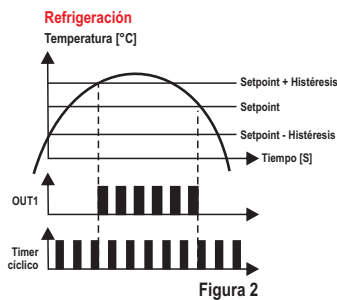

Figura 2
- **1ra. etapa unida al timer cíclico (timer inicia conectado en la energización) (F22=2):** en esta configuración el timer alterna conforme los tiempos configurados en F20 ([E 0 n]) y F21 ([E 0 F F]). La 1ra. etapa comienza a alternar cuando la temperatura alcanza SP1 + F06 (si la 1ra. etapa estuviera configurada como refrigeración) o SP1 - F06 (si la 1ra. etapa estuviera configurada como calefacción), como muestra la Figura 2.